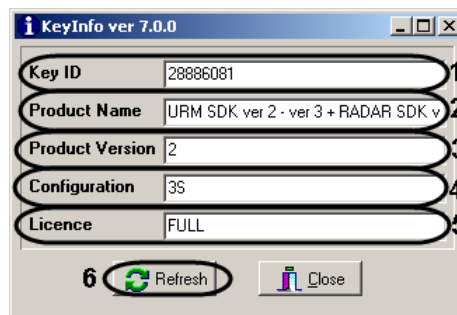

Рис. 13.1—3 Информация в окне утилиты KeyInfo.exe
2. Название продукта, который поддерживает ключ в поле «Product Name» (см. Рис. 13.1—3, 2).
3. Версия ключа в поле «Product Version» (см. Рис. 13.1—3, 3).
4. Конфигурация ключа в поле «Configuration» (см. Рис. 13.1—3, 4).